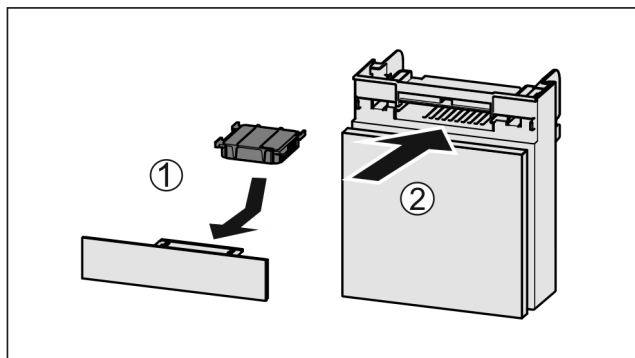

Fig. 183
- Vložte aktívny uhlíkový filter podľa obrázka Fig. 183 (1).
- Zasuňte zásuvku Fig. 183 (2).